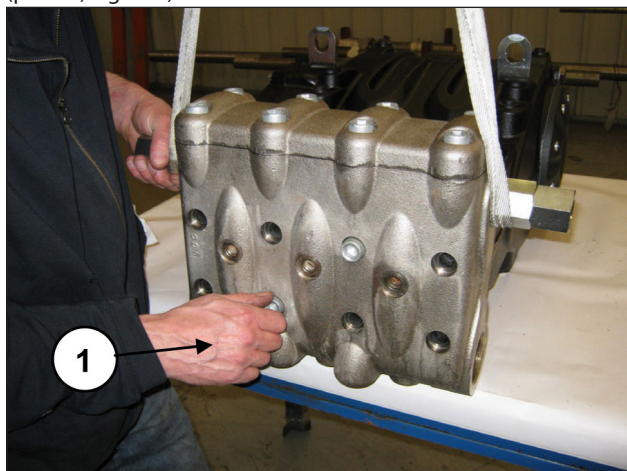
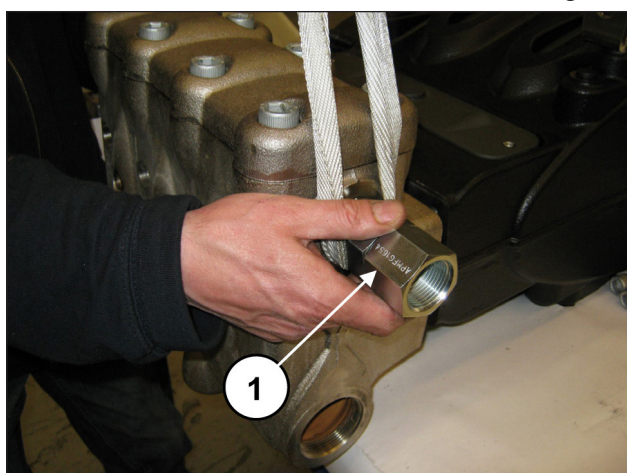

Fig. 107
Fig. 108
Quitar los tapones G1/4" frontales de la cabeza. Ahora es posible desmontar la cabeza del cárter de la bomba aflojando los 8 tornillos M16x180 (pos. ①, Fig. 107). Durante el desmontaje de la cabeza, no golpear los pistones (pos. ①, Fig. 108).